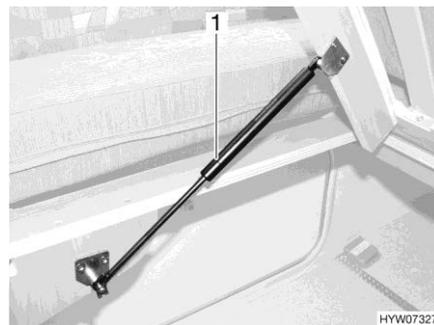

Fig. 135 Lit fixe
- Soulever le sommier à lattes. Les ressorts à pression de gaz (Fig. 135,1) maintiennent le sommier à lattes en position ouverte.